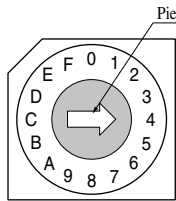

Fig. 1: S/W giratorio P1 (por defecto: 4)
3. Si fuera necesario realizar ajustes, desconecte el suministro eléctrico, ajuste el punto de referencia P1 (consulte la Fig. 1, tabla). Conecte el suministro eléctrico. Repita este procedimiento hasta que la temperatura de succión se encuentre entre los 0° C los +5° C.